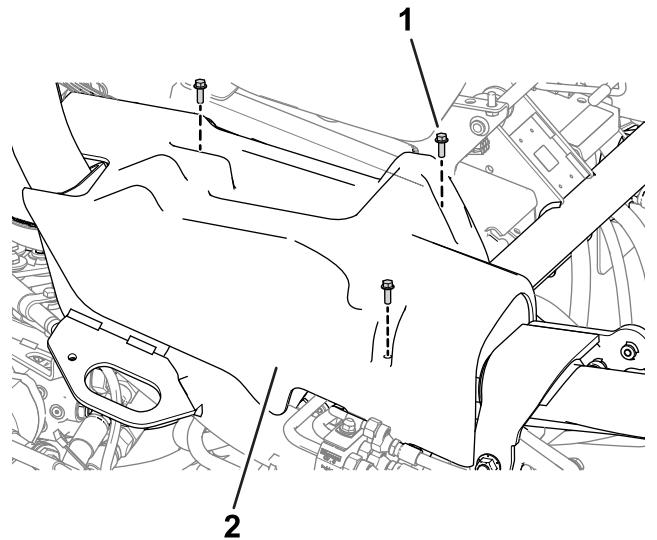

Bild 10
4. Nehmen Sie die rechte Seitenabdeckung (Bild 10) von der Maschine ab.